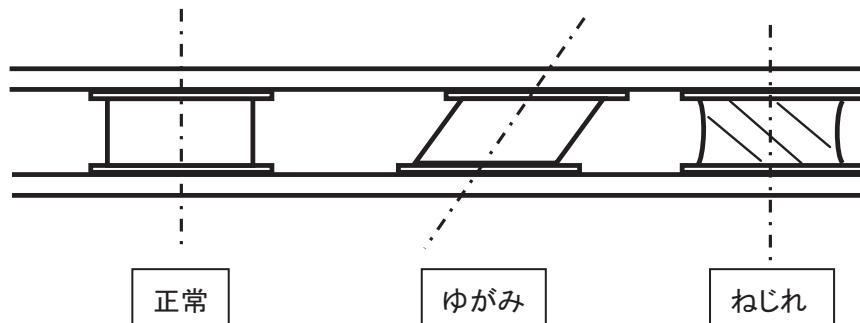

図 4 防振ゴム取付例
- (1) 防振ゴムを使用する場合は、図 4 に示すように上下の穴の位置を合わせ、ゴムにねじれ、ゆがみ等無いように取り付けてください。